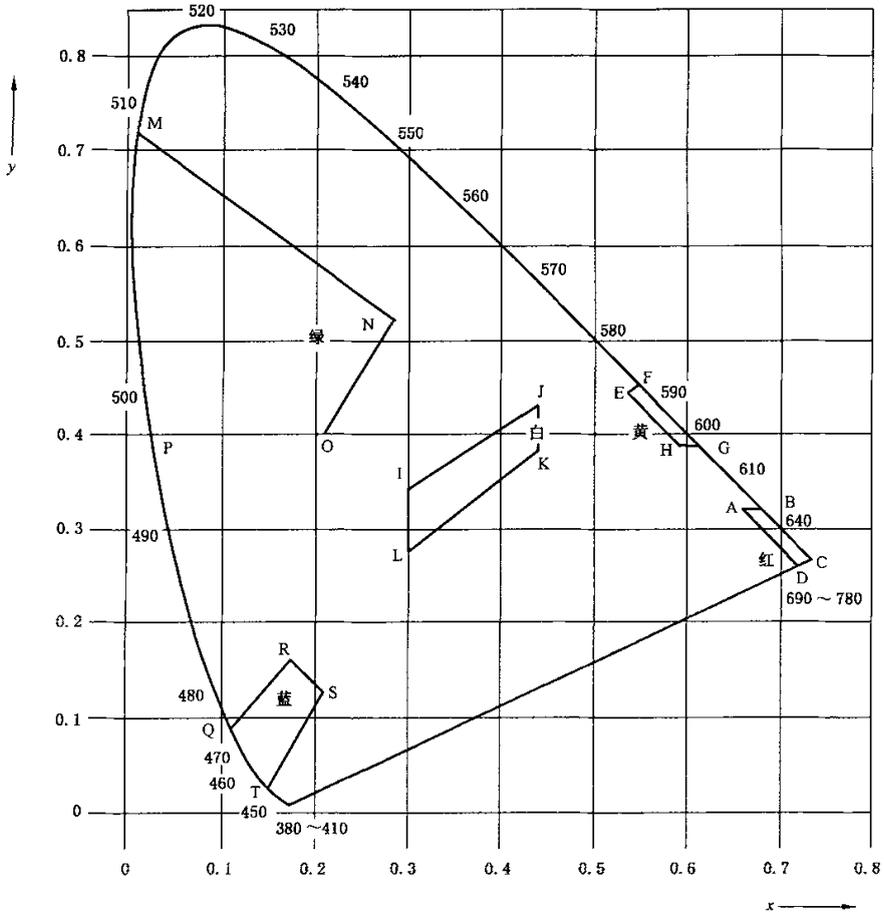

图 1 安全色光色品区域范围
5.1 安全色光的色品区域范围见图 1。
5.2 图 1 中各安全色光的色品边界见表 1。
5.3 图 1 中各安全色光的色品区域范围的交叉点色品坐标见表 2。